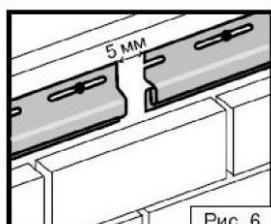

Рис. 6
- Расстояние между соседними начальными планками, между начальной планкой и внешним (внутренним) углами – 5 мм, с учетом возможного расширения сайдинга (рис.6).